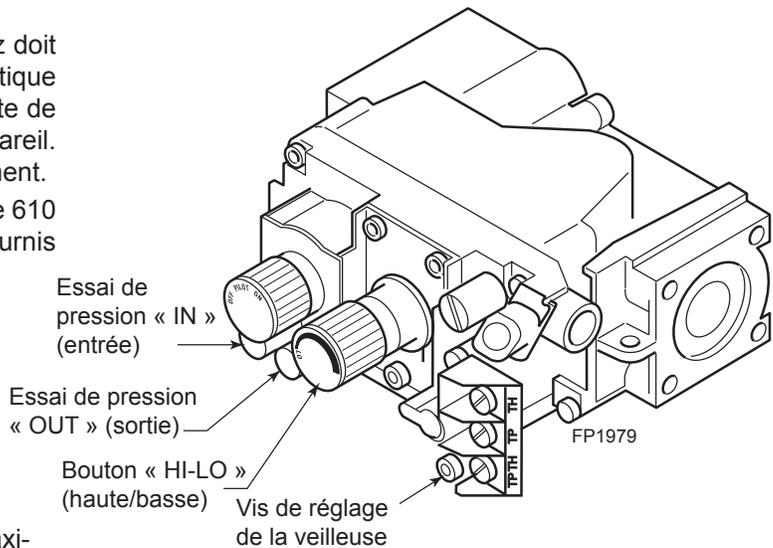

Figure 32 -
5. Pour vérifier les pression de gaz au niveau de la vanne, tournez la vis sertie dans le sens inverse des aiguilles d'une montre 2 à 3 fois pour ensuite amener le tube relié au manomètre au-delà du point de test. Mettre l'unité à « haute pression ». *Figure 32*. Une fois la lecture de pression effectuée, assurez-vous de tourner et serrer la vis sertie dans le sens horaire afin de réétanchéiser. Évitez de serrer au couple à l'excès. Vérifiez les points de vérification pour toute fuite de gaz.